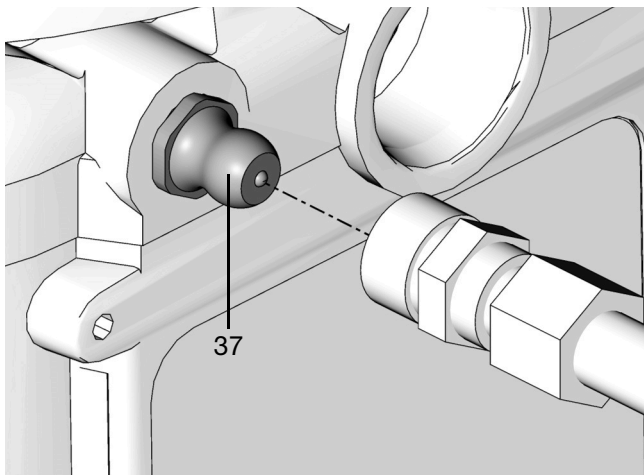

图 7
1. 将注入管与入口管件 (37) 连接（图 7）。
1. 将注入管与入口管件连接（图 7）。